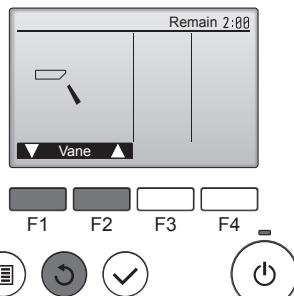

Fig. 6-6
- ① Kontrollera den automatiska rörelsen med knapparna **F1** **F2**. (Fig. 6-6)
- ② Tryck på knappen **☰** för att återgå till "Testkörning".
- ③ Tryck på knappen **⊕**.